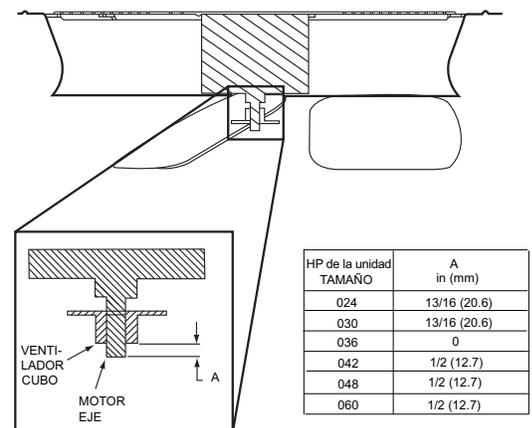

Fig. 17 – Ajuste del ventilador exterior
5. Cuando reemplace el aspa del ventilador, colóquela como se muestra en la Fig. 17. Apriete los tornillos de ajuste.